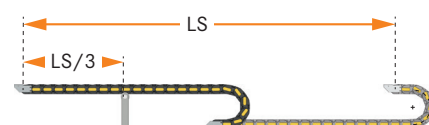

Abb. 3
Vertikaler Trennsteg für „T“- und „L“-Form (Abb. 3)
- Abgestützte Anwendung mit 1 Stützrolle auf der ausgefahrenen Seite des Hubs → $SSL = LS/3$ (einzelne Stützrolle sollte in einem Abstand $LS/3$ von der ausgefahrenen Seite des Hubs positioniert werden) (**Abb. 3**)